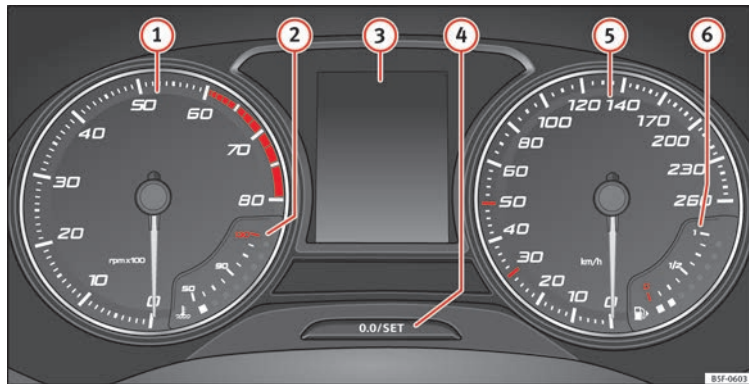

Abb. 117 Display des Kombi-Instruments in der Instrumententafel.
»» **Abb. 117:**
Der Drehzahlmesser zeigt die Motordrehzahl pro Minute an » **Abb. 117** ①.
Am sinnvollsten ist es, hohe Motordrehzahlen zu vermeiden und sich an den Empfehlungen der Schaltanzeige zu orientieren. Weitere Informationen erhalten Sie unter » **Abb. 117** Seite 33, Schaltanzeige.
Die Nadel des Drehzahlmessers ① » **Abb. 117** darf den roten Bereich nur für einen kurzen Moment erreichen, andernfalls besteht die Gefahr eines Motorschadens.
Beim Einschalten der Zündung können auf dem Display des Kombi-Instruments » **Abb. 117** ③ je nach Fahrzeugausstattung verschiedene Informationen angezeigt werden:
- Motorraumklappe, Gepäckraumklappe und Türen geöffnet » **Abb. 117** Seite 34.
- Informationstexte und Warnmeldungen » **Abb. 117** Seite 34.
- Außentemperatur » **Abb. 117** Seite 33.
- Gangempfehlung (Schaltgetriebe) » **Abb. 117** Seite 33.
- Multifunktionsanzeige (MFA) und Menüs mit verschiedenen Einstellungen » **Abb. 117** Seite 31
- Service-Intervall-Anzeige » **Abb. 117** Seite 37.
- Zweitgeschwindigkeit » **Abb. 117** Seite 31.
- Geschwindigkeitswarnanlage » **Abb. 117** Seite 37.
- Drücken Sie kurz die Taste » **Abb. 117** ④, um den Tageskilometerzähler auf 0 zurück zu setzen.
- Wenn Sie die Taste ④ drei Sekunden lang gedrückt halten, wird der vorherige Wert angezeigt.
- Zum Einstellen der Uhrzeit die Taste » **Abb. 117** ④ länger als 3 Sekunden gedrückt halten, um die Anzeige für Stunden oder Minuten auszuwählen.
- Zur weiteren Einstellung den oberen bzw. unteren Bereich der Taste ④ drücken. Zum Schnelldurchlauf gedrückt halten.
- Erneut die Taste ④ drücken, um die Einstellung der Uhrzeit abzuschließen.
Die Taste » **Abb. 117** ④ länger als 15 Sekunden gedrückt halten, um die Motorkennbuchstaben (MKB) des Fahrzeugs anzuzeigen. Dazu muss die Zündung ein- und der Motor ausgeschaltet sein.
Die Kühlmitteltemperaturanzeige **②** » » **Abb. 117** arbeitet nur bei eingeschalteter Zündung. Um Motorschäden zu vermeiden, beachten Sie bitte die folgenden Hinweise zu den Temperaturbereichen.